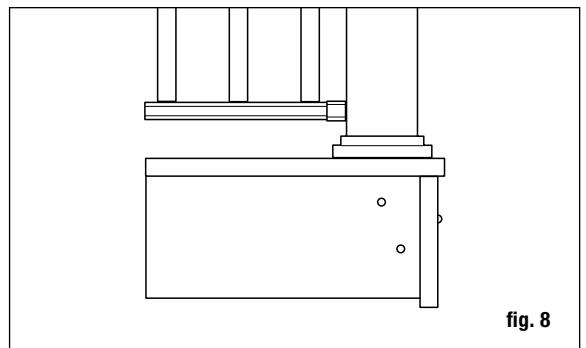

fig. 8
Étape 3 Grâce au niveau, positionnez et mettez le poteau du garde-corps d'escalier à niveau et maintenez-le avec un serre-joint à la face intérieure du limon. Remettez à niveau. Le poteau du garde-corps d'escalier de 10 x 10 cm (4 x 4 po) devrait être boulonné à l'intérieur du limon d'escalier en utilisant deux boulons de carrosserie galvanisés 1/2 x 6 po. Les poteaux de coin utilisent un troisième boulon de carrosserie inséré à travers la solive adjacente (fig. 8). Les poteaux au niveau du sol devraient être installés dans le béton.